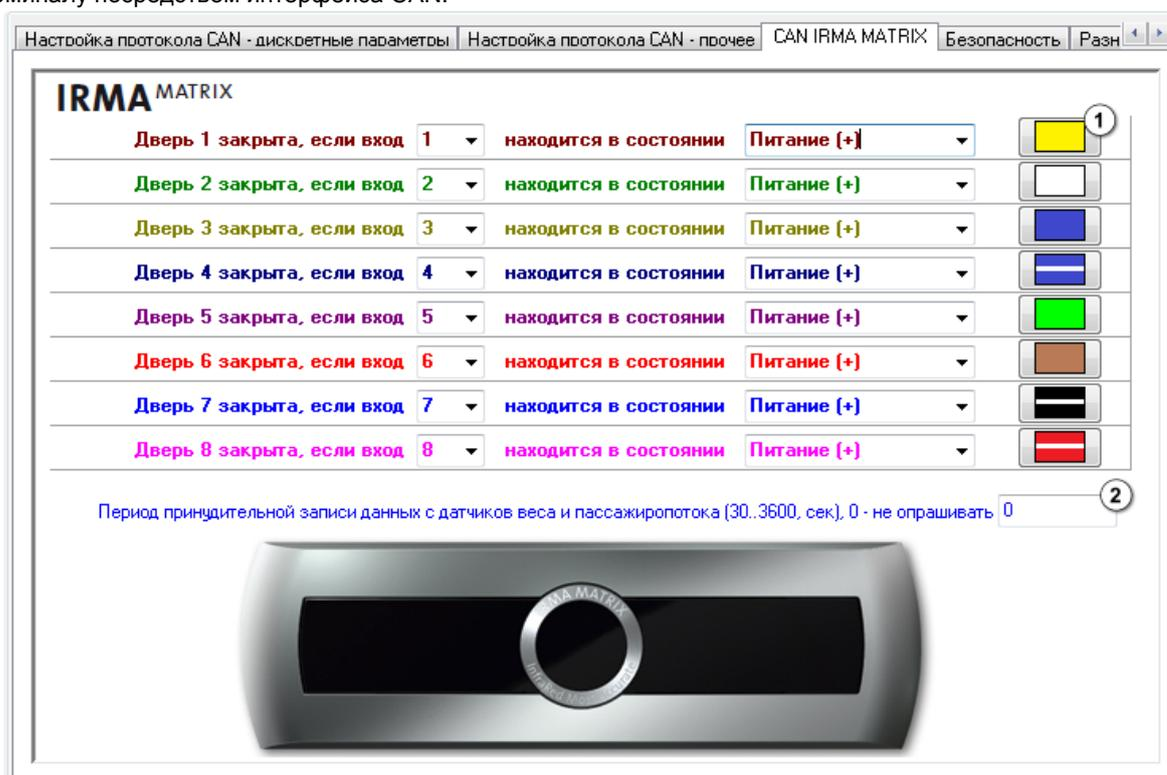

Рис.34 – CAN IRMA MATRIX.
- Перейдите на вкладку «CAN IRMA MATRIX» и включите опцию **Подключение CAN IRMA MATRIX**. Вам будет доступно меню настройки работы датчика (рис.34).
- Для перехода в меню настроек входов (рис.16, рис.17) нажмите соответствующую кнопку быстрого вызова (рис.34, п.1).
- Любое изменение состояния датчика фиксируется терминалом и записывается в память. Если нет данных для записи, терминал через определенный период времени опрашивает датчик и делает принудительную запись. **Период принудительной записи данных с датчиков веса и пассажиропотока** (рис.34, рис.2) должен указываться в секундах, минимальное значение – 30 секунд, максимальное значение – 3600 секунд, 0 – не опрашивать.